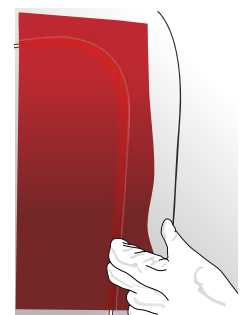

Abbildung 13
- › Die gespannte Folie ist auf dem oberen, erhabenen Rand der Vertiefung abzulegen. Die Folie anschließend mit dem Finger auf dem Relief anbringen. (Abb. 13)